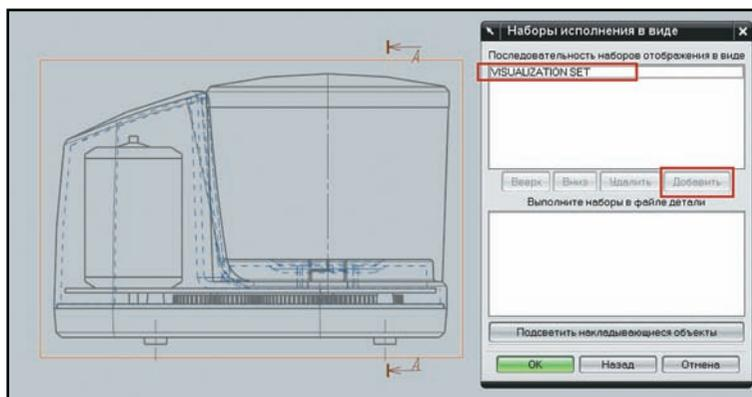

Рисунок 9.20. Применение набора визуализации к виду
- Выберите созданный набор визуализации и нажмите кнопку **Добавить**. При наличии нескольких наборов визуализации можно управлять их наложением друг на друга, меняя порядок следования в верхнем списке с помощью кнопок **Вверх (Move Up)** и **Вниз (Move Down)**. Нажмите **ОК** и в диалоге настройки стиля вида нажмите кнопку **Применить** (рис. 9.20).